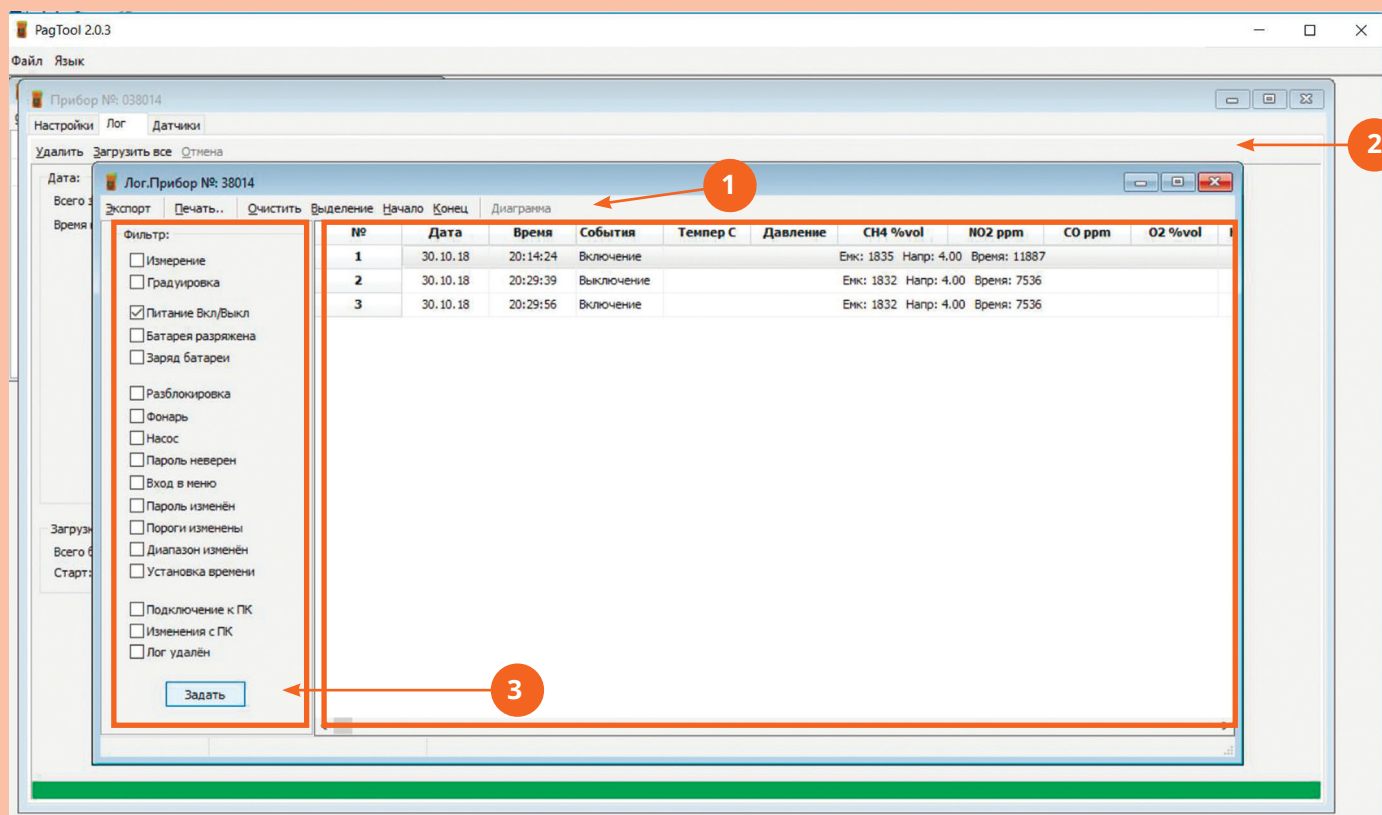

Рисунок 10. Вид считанного логa
6.2 Считанный с устройства лог будет иметь вид, как на рис. 10.